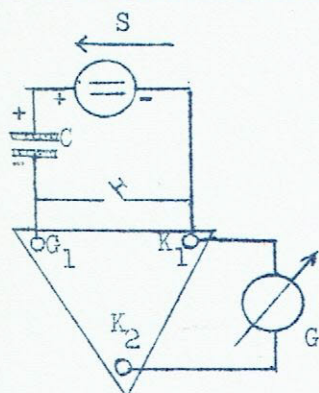

Figure 2
MESURE de FAIBLES VARIATIONS de TENSION (fig. 2 )
- En utilisant le montage de la fig.2 , très aisé à réaliser au moyen de notre boîtier variateur, type B.R. 1 dont l'isolement est de l'ordre de  $10^{14} \Omega$ , il est possible de mesurer, en déviation totale, une variation de tension de 1 Volt d'une source de 1.000 V. soit le  $\frac{1}{100.000} \%$  par division du cadran.